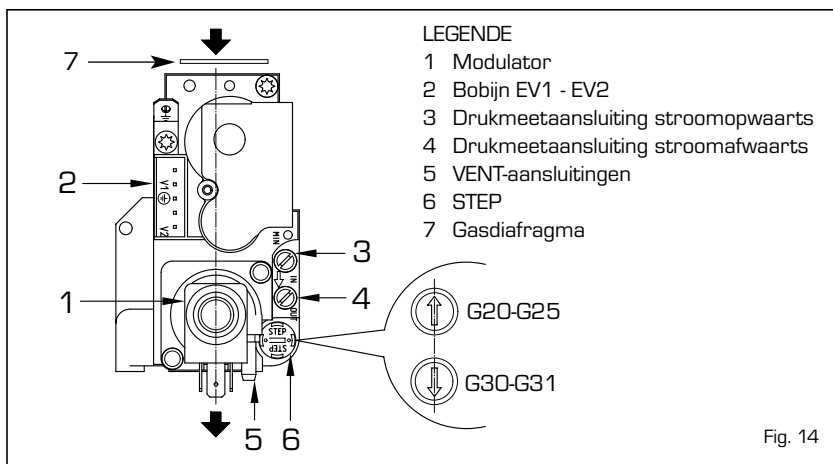

Fig. 14
- Sluit de manometer aan zoals voorzien in fig. 14/a.
- Schakel de voeding uit en verwijder de plasticen kap (3) van de modulator.